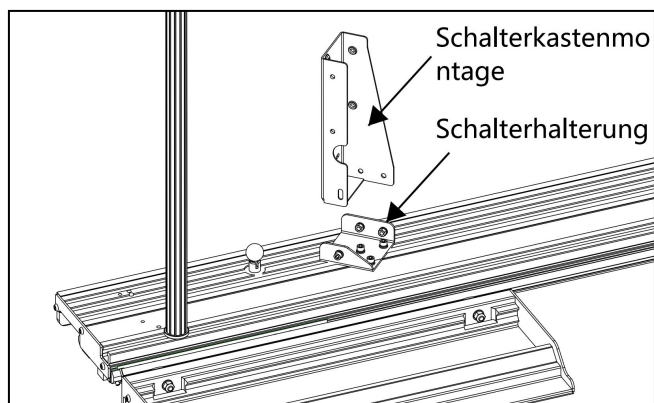

Abb. 19
- Wie in Abbildung 19 gezeigt, montieren Sie die Schalterhalterung am Boden des Schiebetisches, indem Sie die mitgelieferten drei M6-1.0x16 Linsenkopfschrauben, drei M6-Unterlegscheiben und drei M6-Sicherungsscheiben verwenden.
- Wie in Abbildung 19 gezeigt, befestigen Sie die Schalterbox-Montage mit drei M6-1.0x16 Linsenkopfschrauben, sechs M6-Unterlegscheiben, drei M6-Sicherungsscheiben und drei M6-Muttern an der Schalterhalterung.